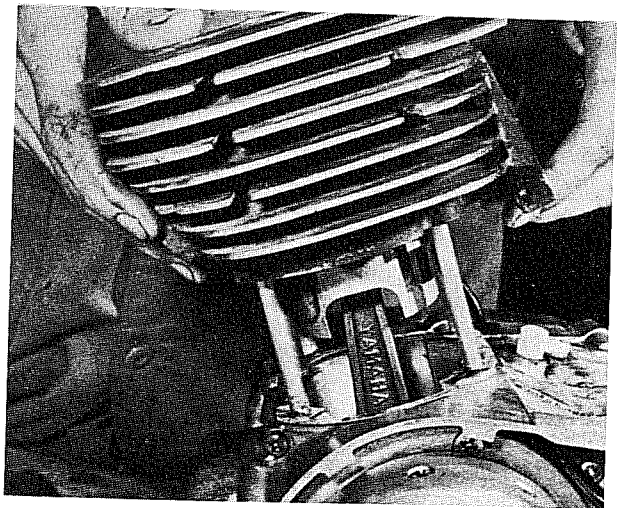

Bild 37
- Die Zylinderblock-Befestigungsschrauben herausdrehen, den Zylinderblock und die Zylinderfussdichtung abnehmen (Bild 37).